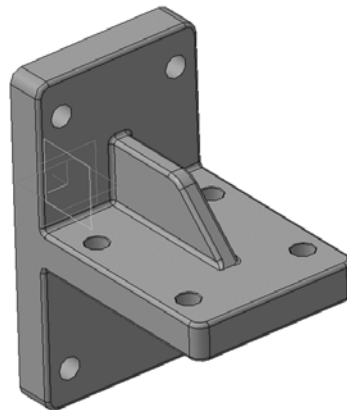

Рис. 85. Скругление кромок
8.2 **Скруглите**  все острые кромки радиусом 3 мм. Кромки, расположенные на обратной стороне, скруглять не нужно (рис. 85).